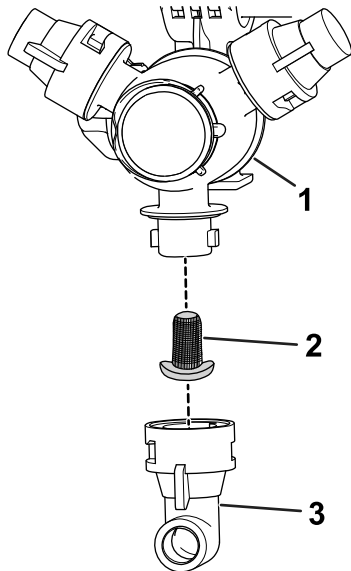

Figure 107
2. Déposez la buse de la tourelle de pulvérisation (Figure 107).
3. Retirez le filtre de buse usagé (Figure 107).
4. Montez le filtre de buse neuf (Figure 107).
5. Montez la buse sur la tourelle de pulvérisation (Figure 107).